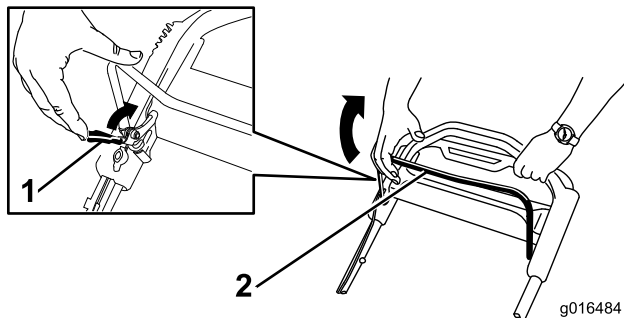

Рисунок 23
1. Потяните фиксатор штанги управления ножом в сторону штанги (Рисунок 23).
2. Медленно потяните штангу управления ножом обратно к рукоятке (Рисунок 23).